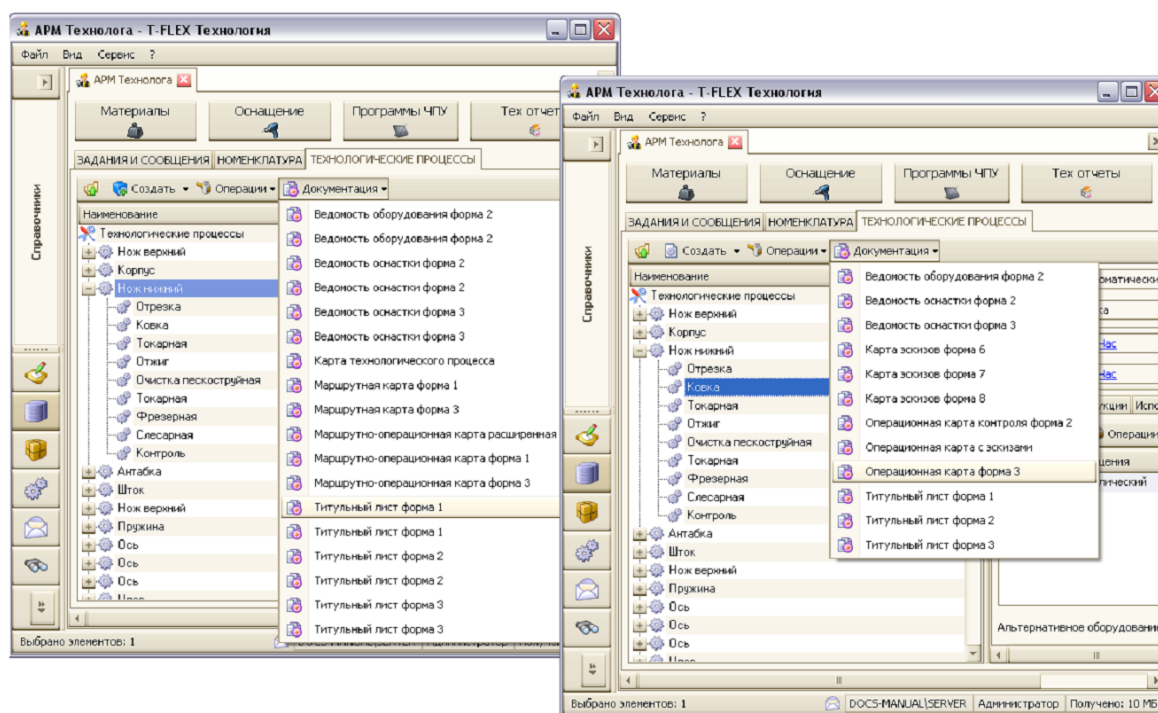

Рис. 81 Создание технологического документа из структуры справочника «Технологические процессы»
1. В справочнике выбрать элемент технологического процесса и вызвать для него команду (Рис. 81):